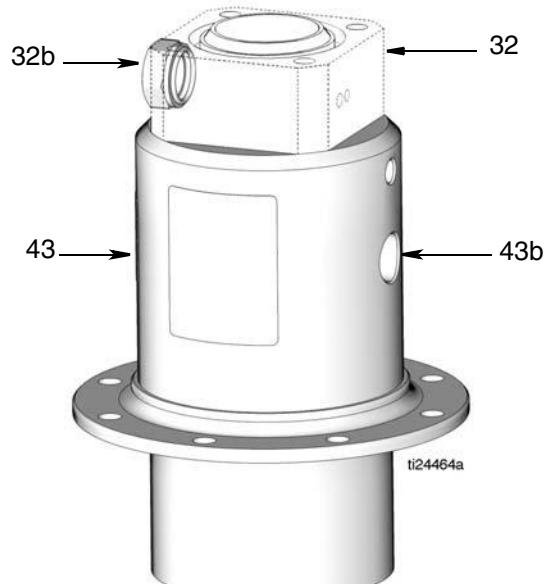

Рис. 25
**ПРИМЕЧАНИЕ.** Присоединяя корпус двигателя (43) к нижней крышке цилиндра (32), следите за тем, чтобы отверстие (43b) в корпусе двигателя и отверстие (32b) в нижней крышке цилиндра были направлены в противоположные стороны, как показано на Рис. 25.